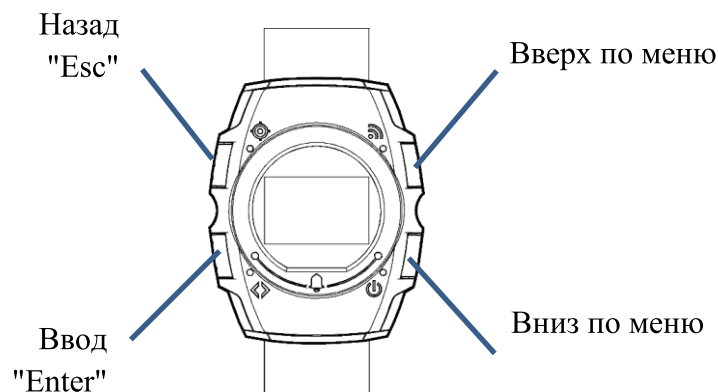

Рисунок 3.10
3.3.2.2 Произвести длительное нажатие на кнопку "Ввод" УПОВ (см. Рисунок 3.10).
3.3.3.4 Также проверку состояния устройства можно производить с помощью УПОВ. Для этого необходимо поднести УПОВ к устройству на расстояние не более 0,5 м и произвести длительное нажатие на кнопку "Ввод" УПОВ (см. Рисунок 3.10). На дисплее УПОВ отобразится состояние устройства (см. Таблицу 3.4).